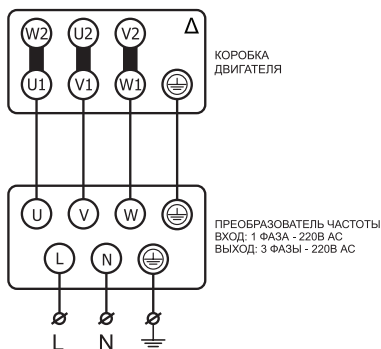

Рисунок 4
11.3 Допускается вентиляторы с двигателями на номинальное напряжение Δ/Y 220/380В подключать к однофазной сети с переменным напряжением 220В только через однофазный преобразователь частоты с выходом три фазы по 220В переменного тока, предварительно переключив схему соединения обмоток двигателя в треугольник Δ 220В (см. рисунок 4), в противном случае двигатель может выйти из строя.